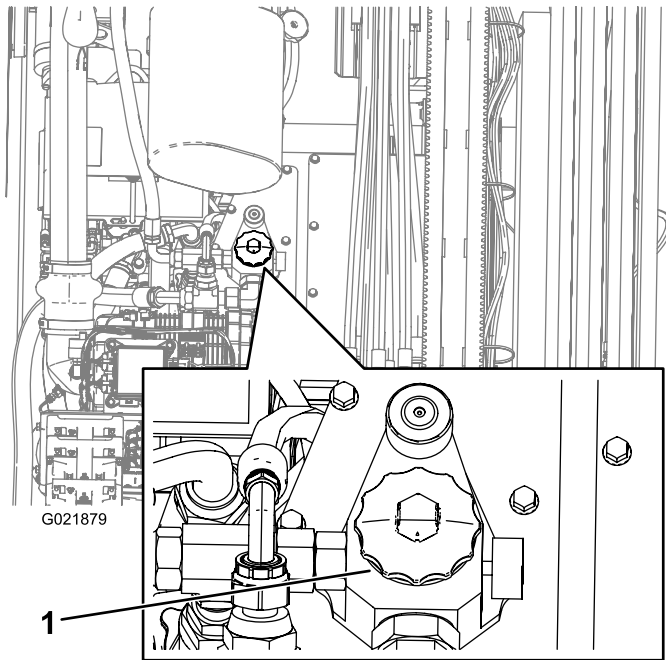

Figura 147
4. Abra a tampa do reservatório hidráulico (Figura 147).
10. Posicione uma bandeja de drenagem sob o filtro e remova o filtro (Figura 147).